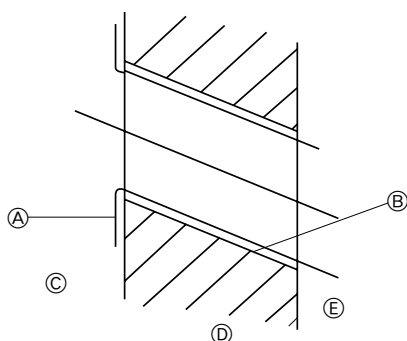

Fig. 3-3
2) Boring af hul til rørføring (Fig. 3-3)